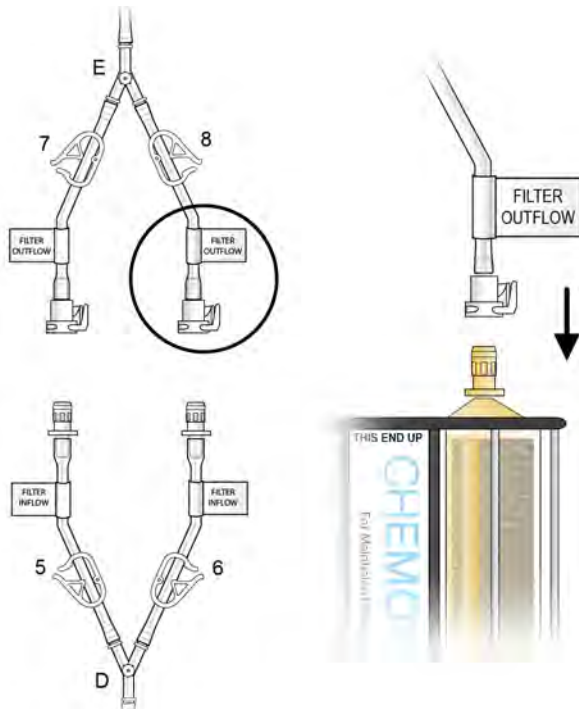

Figura 8
- (g) Ligue as linhas de saída do filtro (etiquetadas e identificadas como indicado na Figura 8) aos conectores de saída do cartucho localizados no topo do filtro duplo ("push and click"), ver Figura 8.